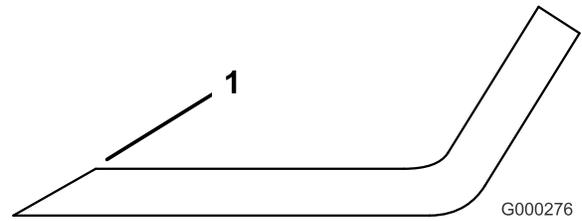

Figura 87
1. Utilice una lima para afilar el filo de corte en ambos extremos de la cuchilla (Figura 87). Mantenga el